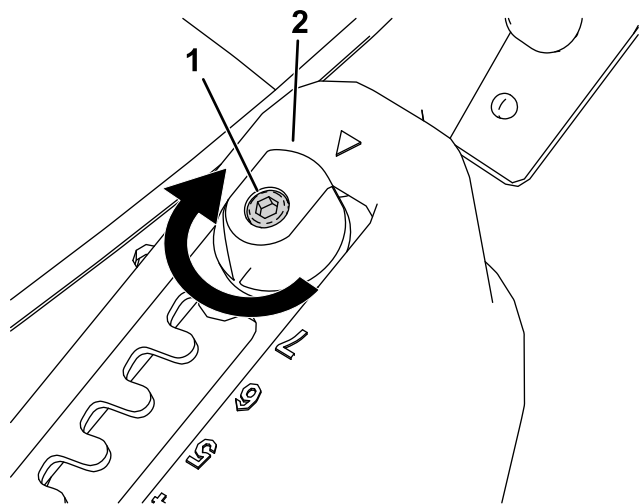
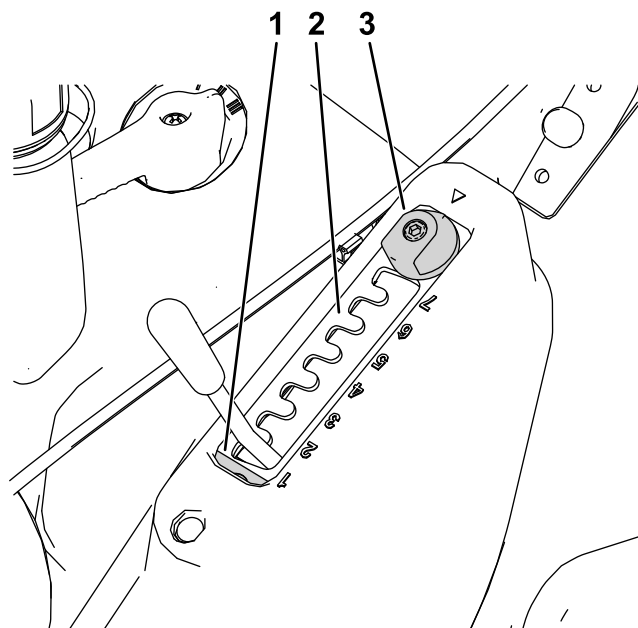

Figure 12
Figure 13
- Desserrez le boulon de fixation de la plaque de sélection avec une clé Allen (Figure 12).
- Tournez le système de réglage MatchCut de 180° (Figure 12 et Figure 13).